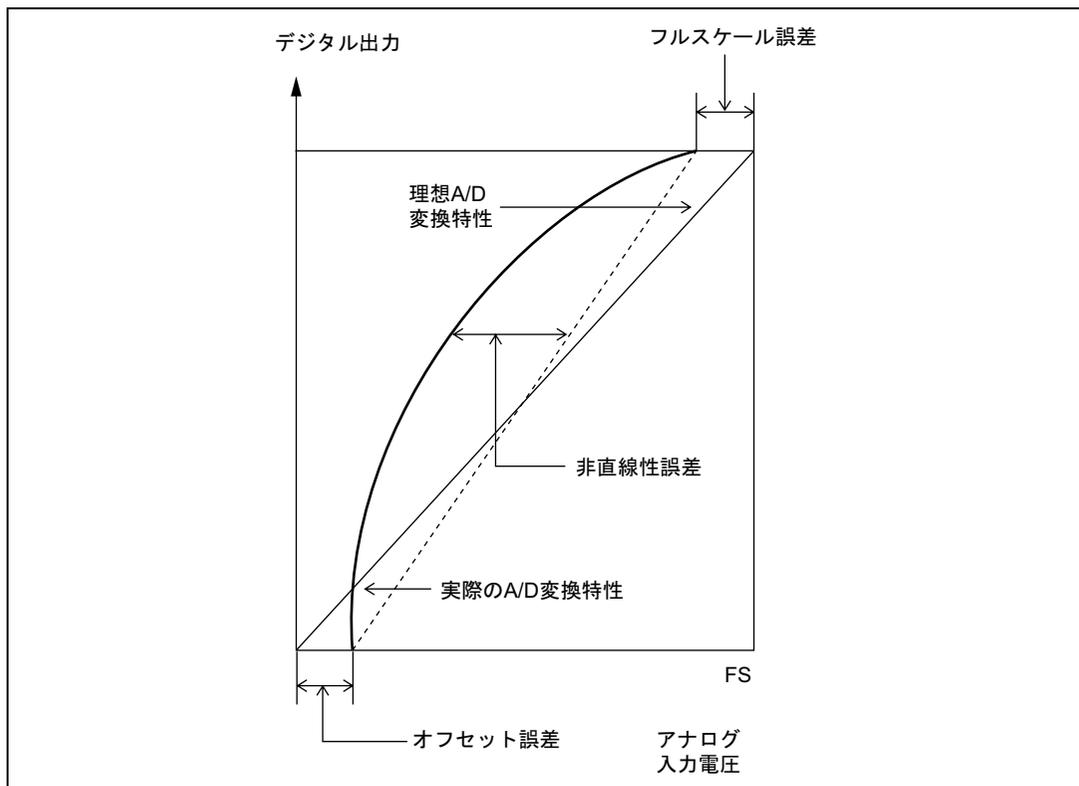

図 15.10 A/D 変換精度の定義 (2)
- オフセット誤差……デジタル出力が最小電圧値 000000000 から 000000001 に変化するときのアナログ入力電圧値の理想 A/D 変換特性からの偏差（図 15.10）。
- フルスケール誤差…デジタル出力が 111111110 から 111111111 に変化するときのアナログ入力電圧値の理想 A/D 変換特性からの偏差（図15.10）。